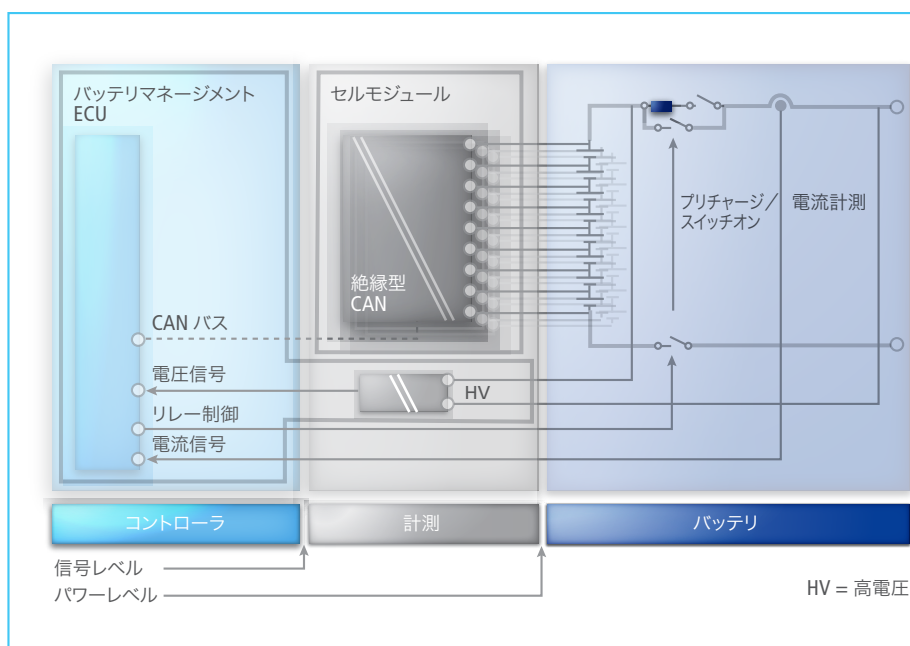

図 1 : バッテリーマネジメントシステムの HIL テストにおけるインターフェース
BMS は 2 つの部分 – BMS ECU 本体とセルモジュール (CM) – から成ります。これらは絶縁型 CAN を介して互いに接続されます (図 1)。各 CM はセルスタック – すべての単一バッテリーセルのサブスタック – へ接続されます。CM は個々の単セルの電圧を計測し、必要に応じて放電を開始します。このため CM は各セル